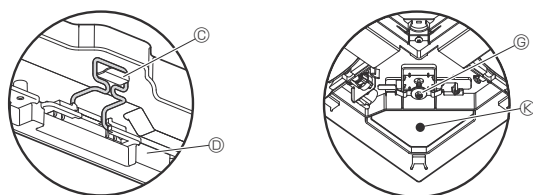

Fig. 9-7
- Después de apretar el tornillo, confirme que los dos ganchos de la rejilla (Fig. 9-7) estén sujetos en los ganchos de la unidad principal.